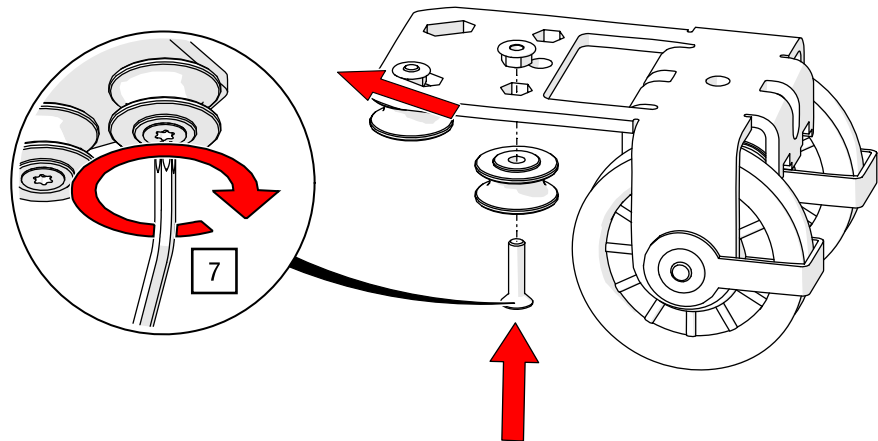

Abb. 93: Obenliegende Seilführung – Ableitrolle einstellen
7. Positionieren Sie die Führungsrollen an der Ableitrolle mit einem TORX®-Schlüssel T30 in Position für die obliegende Seilführung (siehe Abb. 93).